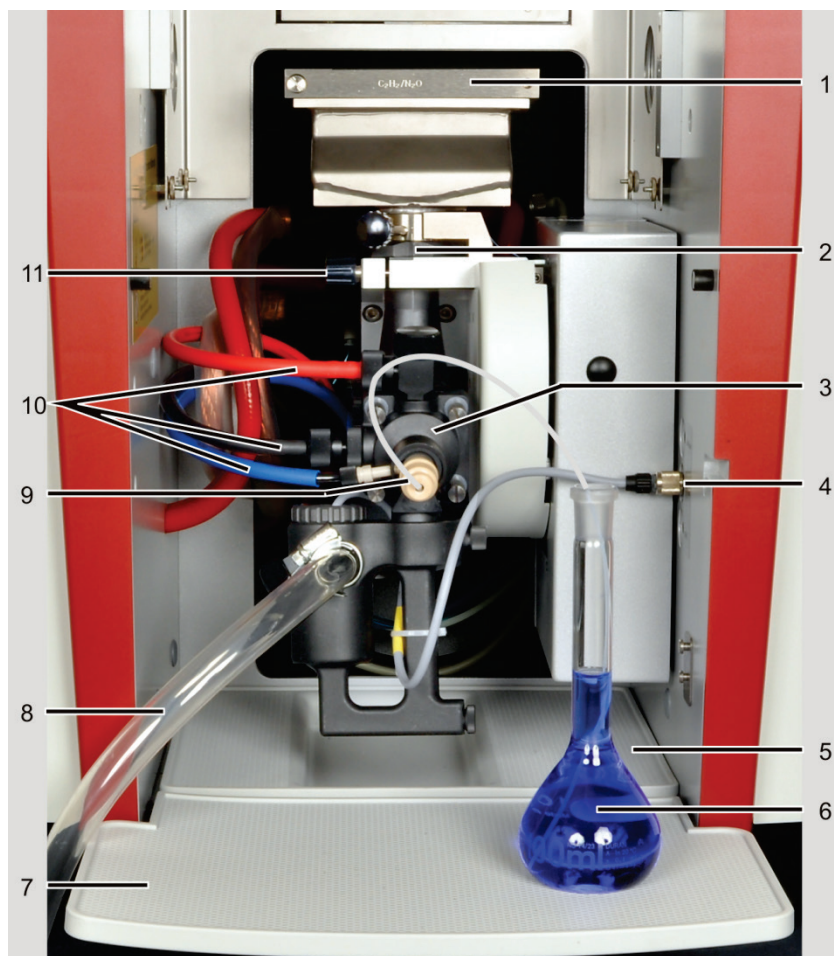

Fig. 43 Atomizzazione mediante fiamma, caricamento manuale dei campioni
2. Controllare la posizione del sistema camera di miscelazione-nebulizzatore nel fermo del sistema di regolazione dell'altezza. Il vassoio del tubo della camera di miscelazione deve appoggiare. Il segno sul tubo della camera di miscelazione deve trovarsi sopra il bordo del fermo (2 in Fig. 43).
8. Collegare l'alimentazione del gas (10 in Fig. 43):